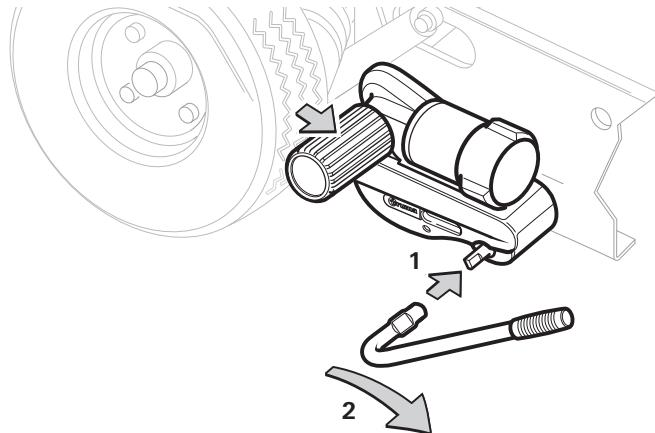
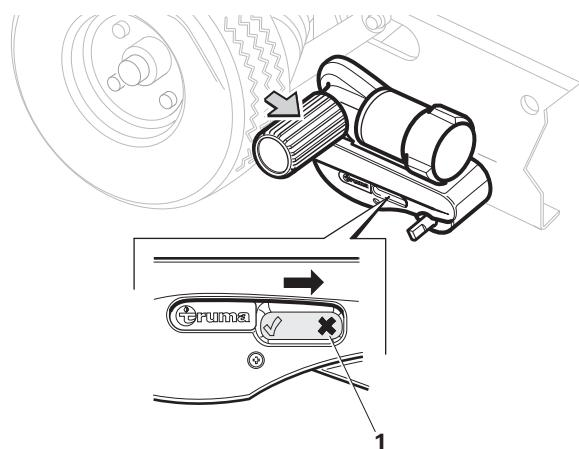

Figure 9
Figure 10
- Engager le levier de plaquage sur l'arbre de rabattement (Fig. 9 - 1).
- Tourner le levier de plaquage dans le sens de la flèche (en s'éloignant de la roue du véhicule) (figure 9 - 2) jusqu'à ce que le rouleau d'entraînement s'enclenche en position finale. L'indicateur de position dans le boîtier se trouve maintenant sur « X » (figure 10 - 1).